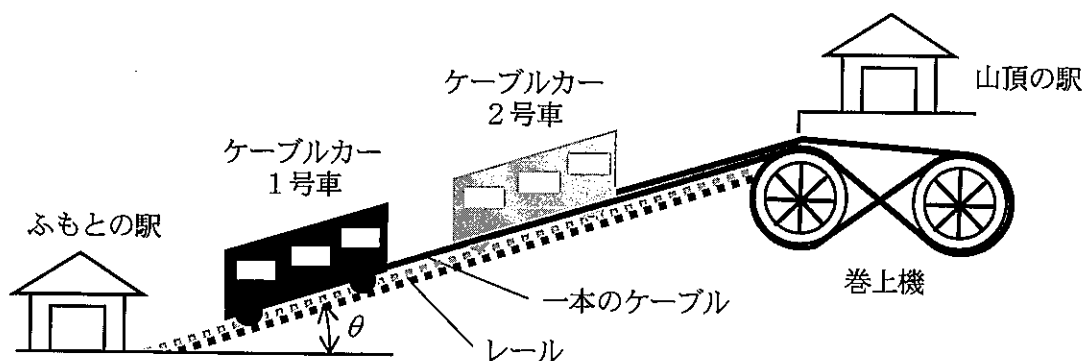

図2 ケーブルカー
(2) 図2に示すような、勾配角度  $\theta$  の線路を運行する2台のつるべ式（交走式）ケーブルカーの動力について考える。